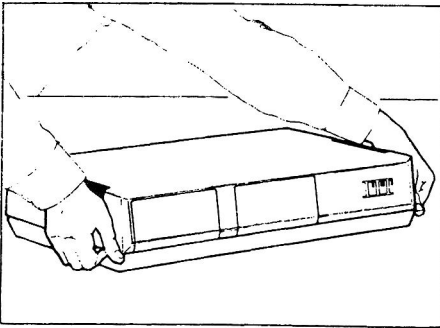

Bild 2.1 Abnahme des Gehäusedeckels (1)
- b) Nehmen Sie den Gehäusedeckel ab, indem Sie die Fingerspitzen an den vorderen Seiten zwischen Gehäusedeckel und Gehäuseboden schieben und dem Gehäusedeckel einen kurzen Ruck nach oben geben (Bild 2.1).